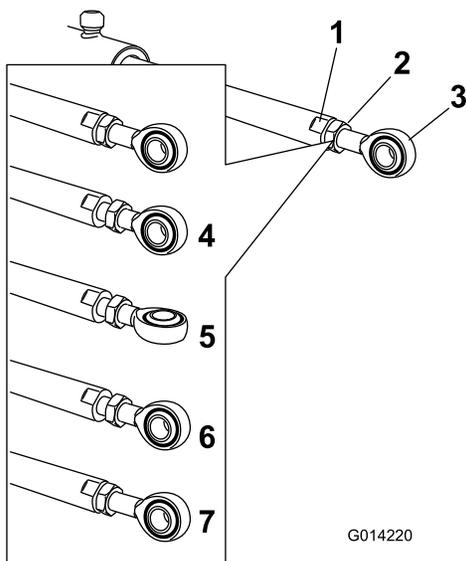

Рисунок 64
- Удерживайте шток привода в неподвижном положении с помощью ключа, накинутаго на плоские грани штока привода, затем ослабьте контргайку, чтобы можно было регулировать шток с проушиной (Рисунок 64).
6. Поверните шток с проушиной в штоке привода, чтобы сократить или удлинить привод для установки в требуемое положение (Рисунок 64).